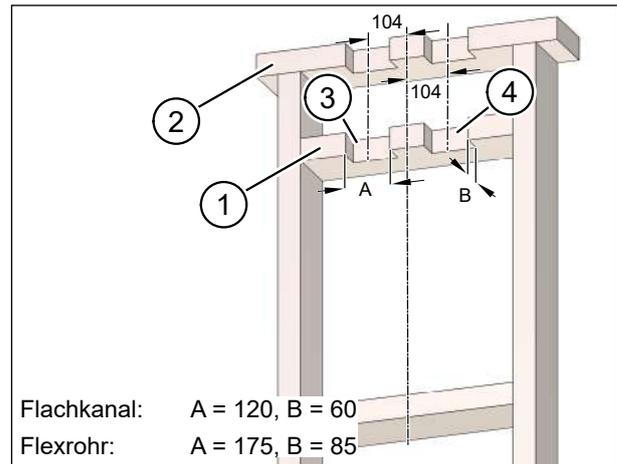

Abb. 46: Nuten für Flachkanäle bzw. Flexrohre sägen, Maße in Millimeter
- ▶ Sägen Sie in den oberen Riegel (Pos. 1 in Abb. 46) und den Deckenbalken (Pos. 2 in Abb. 46) zwei Nuten für den Abluftkanal (Pos. 3 in Abb. 46) und für den Zuluftkanal (Pos. 4 in Abb. 46).
- Breite 120 mm (Pos. A in Abb. 46)
- Tiefe 60 mm (Pos. B in Abb. 46)
- Breite 175 mm (Pos. A in Abb. 46)
- Tiefe 85 mm (Pos. B in Abb. 46)